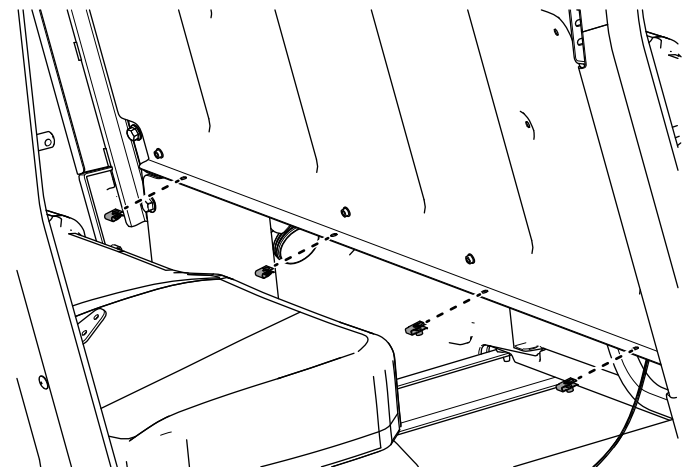

Figura 49
22. Installate i 4 serraggi ($\frac{1}{4}$ ") sul pannello sedili mediano (Figura 49).